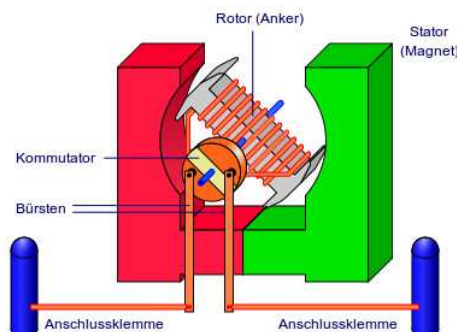

Abbildung 14: Permanenterregter Gleichstrommotor
**Permanenterregter Gleichstrommotor:** Bei kleineren Maschinen (Spielzeug, Stellantriebe, Gebläse und Kühler-Ventilatoren in Kraftfahrzeugen) kann der **Stator aus Permanentmagneten** (vgl. Abb. 14) bestehen. Diese Magnete sind mit der Entwicklung der Gleichstrommotoren immer leistungsfähiger geworden und gestatten heute den Bau von Motoren, die in ihrer Leistung denen mit elektrischer Erregung in Nichts nachstehen. Die **Kosten der Permanentmagnete** sind jedoch bei größeren Motoren oft höher als diejenigen einer Erregerwicklung. Permanenterregte Motoren haben **sehr hohe Einschaltströme**. Sie haben den Vorteil, dass zur Erzeugung des Magnetfeldes keine Energie benötigt wird. Das verbessert besonders bei kleiner Gesamtleistung den Wirkungsgrad. Nachteil ist der eingeschränkte Drehzahlbereich.